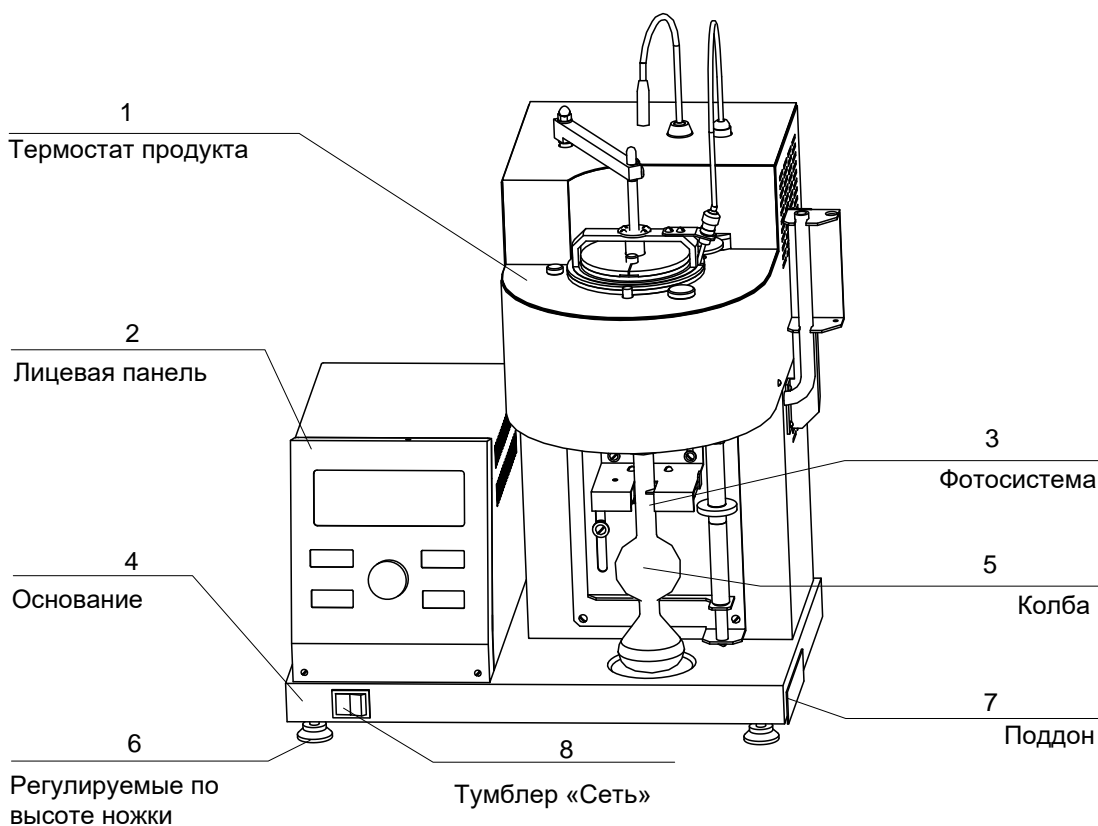
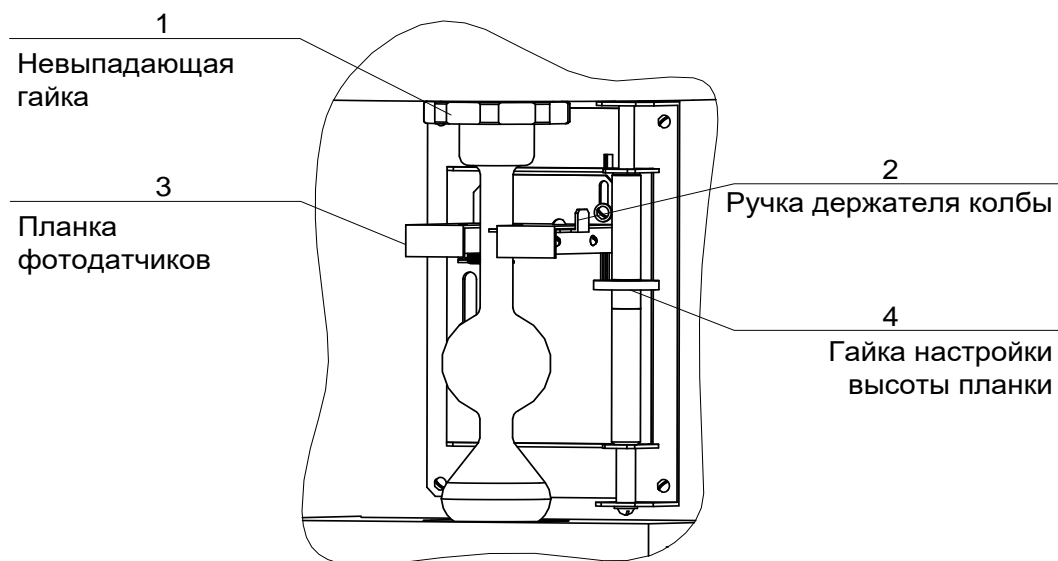
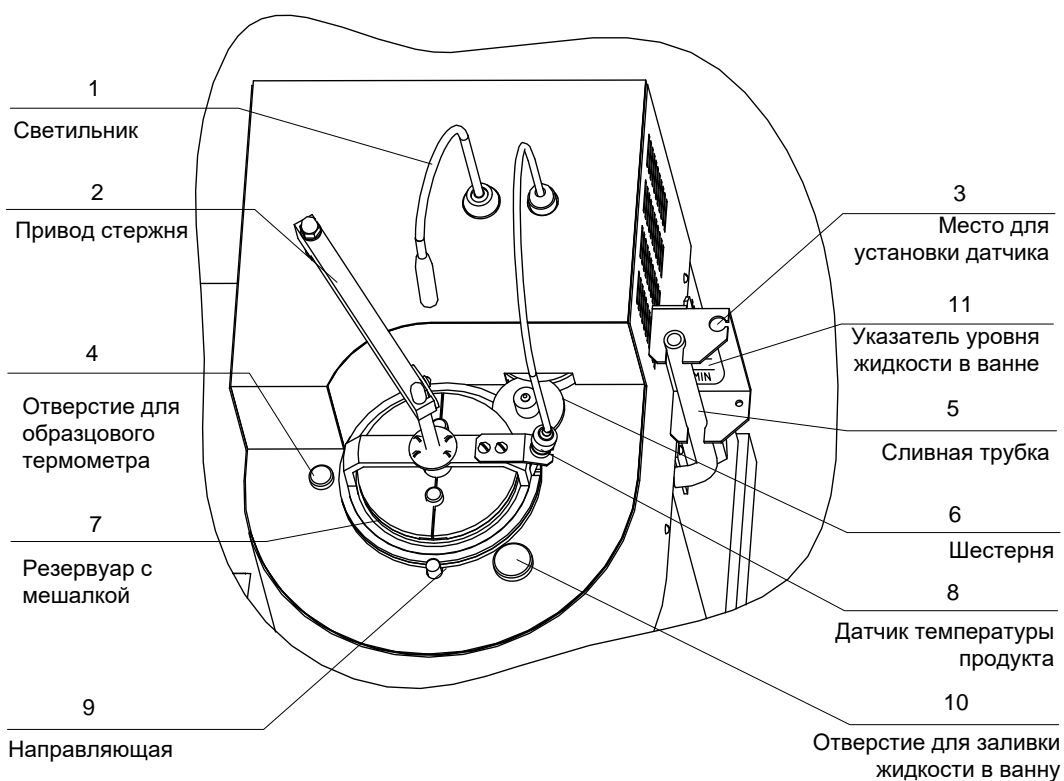
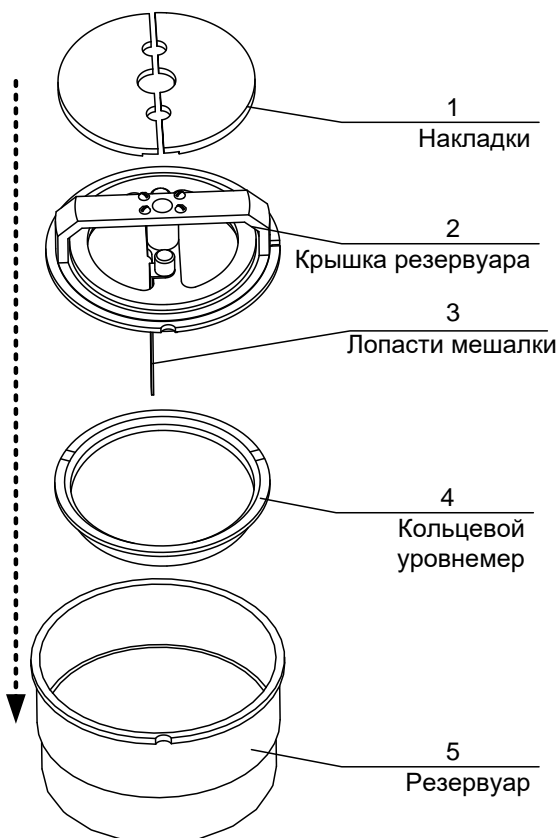

Рисунок 1 – Общий вид аппарата
Рисунок 3 – Блок фотодатчиков
Рисунок 4 – Термостат продукта
Рисунок 5 – Порядок сборки узла резервуара с мешалкой
В состав блока фотодатчиков (рисунок 3) входят: **планка фотодатчиков 3**, содержащая оптические пары для контроля уровня жидкости в колбе (рисунок 1, страница 3). При установке колбы, необходимо отвести **ручку держателя колбы 2** вправо до упора, поместить колбу в блок фотодатчиков риской к себе и плавно отпустить ручку. **Гайка настройки высоты планки 4** служит для настройки срабатывания фотосистемы при определённом уровне жидкости в колбе (используется в процедуре калибровки по колбе).
В состав термостата продукта входят: ванна, оборудованная **отверстием для заливки жидкости 10**, **сливной трубкой 5**, **отверстием для образцового термометра 4** и **резервуар с мешалкой 7**. **Направляющая 9** служит для обеспечения однозначности установки резервуара. **Шестерня 6** передаёт вращение от привода мешалки продукта к крышке резервуара. **Датчик температуры продукта 8**, показанный на рисунке в рабочем положении аппарата, при извлечении резервуара устанавливается в **место установки 3**. **Привод стержня 2** поднимает и опускает стержень. **Указатель 11** позволяет контролировать уровень жидкости в ванне (рисунок 4).
- место установки аппарата должно исключать попадание прямых солнечных лучей на фотосистему (рисунок 1, страница 3);
3.3.2 Установить в термостат продукта (рисунок 1, страница 3) резервуар (рисунок 5, страница 5) таким образом, чтобы направляющая (рисунок 4, страница 5) вошла в паз резервуара.
3.3.3 Закрепить резервуар в ванне при помощи невыпадающей гайки (рисунок 3, страница 4), вращая её против часовой стрелки.
3.3.4 Установить в резервуар кольцевой уровнемер (рисунок 5, страница 5).
3.3.5 Не устанавливая крышки на резервуар, установить стержень, закрепив его в приводе стержня (рисунок 4, страница 5).